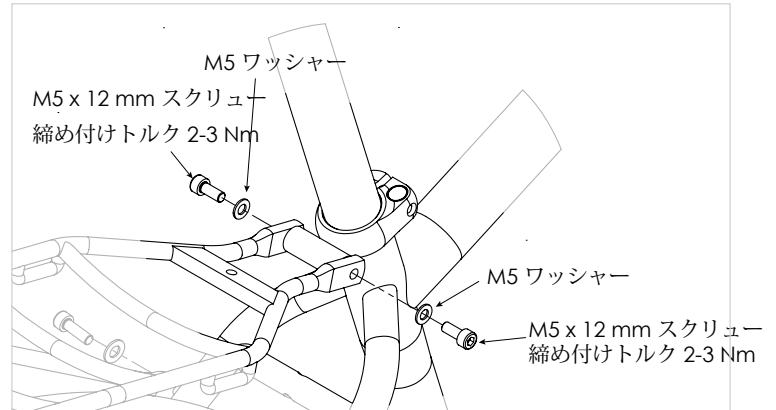

図 11
2. 2本のM5 x 12mmネジとM5ワッシャを使ってミニマリストラックをラックロックに取り付けます(図11)。
4. ミニマリストラックをラックロックに2-3Nmのトルクで締め込みます(図11)。